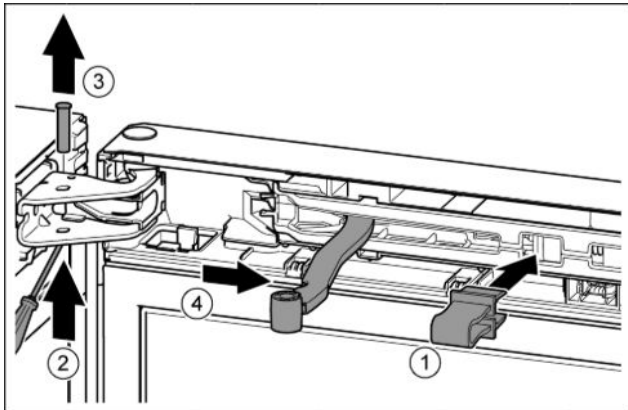

Fig. 10
- ▶ Зафиксировать предохранитель в отверстии. *Fig. 10 (1)*
- ▶ Выкрутить палец при помощи отвёртки. *Fig. 10 (2)*
- ▶ Извлечь палец движением вверх. *Fig. 10 (3)*
- ▶ Повернуть шарнир в направлении двери. *Fig. 10 (4)*